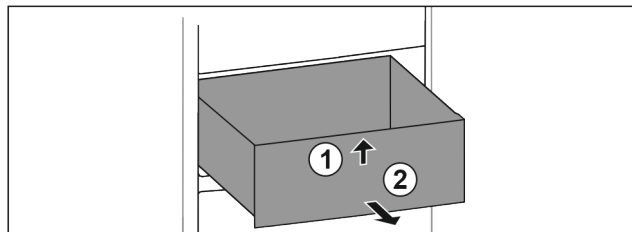

Fig. 95
- ▶ Nadvihnite zásuvku vpred. Fig. 95 (1)
- ▶ Odoberte zásuvku dopredu. Fig. 95 (2)